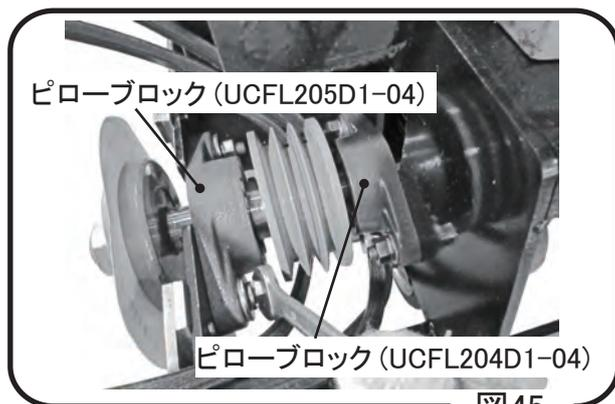

図45
- 6 ブレード側のピローブロック(UCFL205D1-04)の取付ボルト 8×35とナット M8を2カ所取り外します。次に奥側のピローブロック(UCFL204D1-04)の取付ボルト 8×30とナット M8を2カ所外します。(図45)